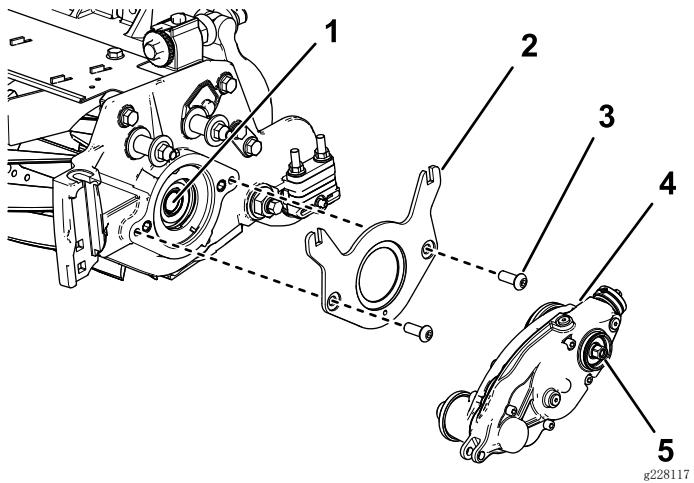

图8
2. 用 2 个六角圆头螺栓 ( $\frac{3}{8} \times \frac{3}{4}$  英寸) 固定配重块架，如图8 所示。
3. 在内滚刀轴的螺纹上涂抹中等强度防松螺纹油（如蓝色 Loctite® 243 乐泰胶）（图8）。
4. 用疏草刀驱动箱上的六角头螺栓将其连接到滚刀轴上（图8）。